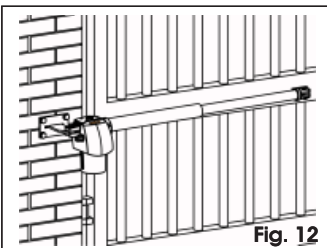

Fig. 12
- ⚠** De aandrijving G-BAT is in zowel de linkse als de rechtse versie beschikbaar. De aandrijving moet altijd worden geplaatst zoals aangegeven in Fig. 12. Met de rechtse aandrijving wordt bedoeld de aandrijving die, als u naar de poort kijkt vanaf de kant waar de aandrijving wordt geïnstalleerd, rechts van de vleugel zit (of op de rechtervleugel in geval van toepassingen